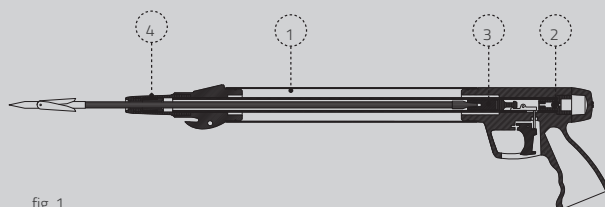

fig. 1
(Fig. 1) El aire contenido en el depósito (1) se comprime previamente a través de la válvula (2) mediante una bomba específica. Al empujar el pistón (3) mediante la varilla a lo largo del tubo interno, la presión en el depósito (1) aumenta hasta que el pistón queda retenido por el mecanismo de enganche. Al accionar el gatillo, se libera la retención del pistón, que queda libre y es impulsado por la expansión del aire hasta detenerse sobre el casquillo amortiguador (4), liberando la varilla, retenida únicamente por fricción. La principal ventaja del fusil neumático es ofrecer unas dimensiones reducidas junto con una potencia muy elevada, manteniendo además un rendimiento constante a lo largo del tiempo.